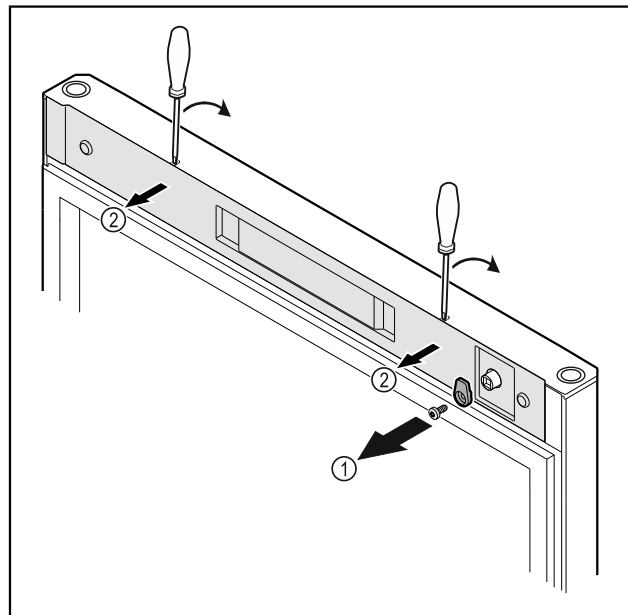

Fig. 22
- ▶ Odskrutkujte zatvárací hák Fig. 22 (1).
- ▶ Odstiňte kryt Fig. 22 (2) malým skrutkovačom a odoberte ho.